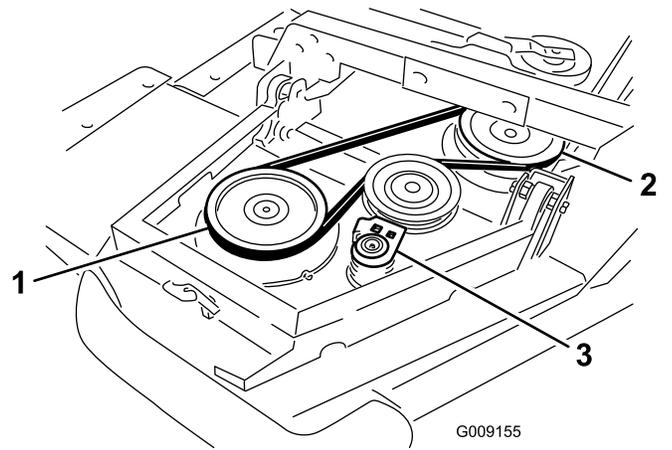

Figure 5
- A. Commencez par chausser la courroie autour de la poulie d'axe du plateau d'extrémité et de la poulie d'axe du plateau avant (**Figure 5**).
- B. À l'aide d'une clé à cliquet ou d'un outil similaire, éloignez la poulie de tension des autres poulies (**Figure 5**).